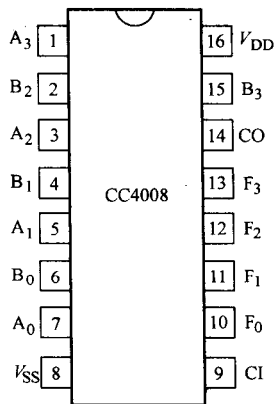

图 15 CC4008 的外引脚排列
1. 封装形式及外引脚排列 (见图 15) 采用 SJ1100-76A 型-14 线和 C 型-14 线。